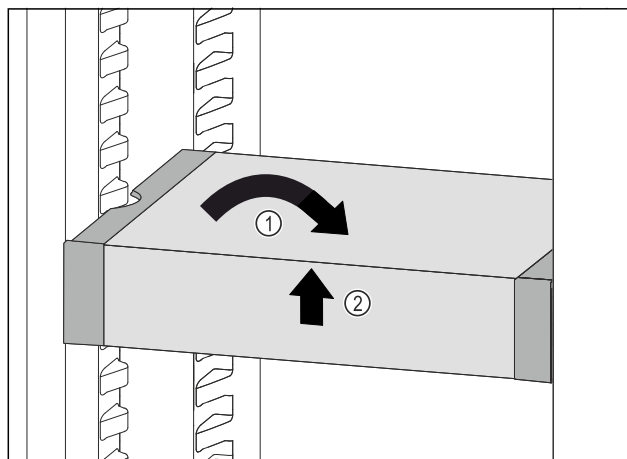

Fig. 100
- ▶ Poziționați drept VarioSafe. Fig. 100 (1)
- ▶ Ridicați în față VarioSafe. Fig. 100 (2)